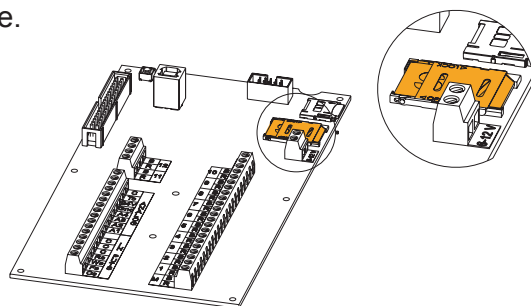

Figura 16: Tarjeta SIM insertada correctamente
4. Deslice hacia el costado la tapa del alojamiento de la tarjeta SIM para abrirla, como lo indica la flecha rotulada OPEN [abrir] (ver Figura 16).
7. Mantenga hacia abajo la cubierta del alojamiento de la tarjeta SIM mientras desliza la cubierta hacia el costado, como lo indica la flecha rotulada LOCK [traba] (Figura 16).